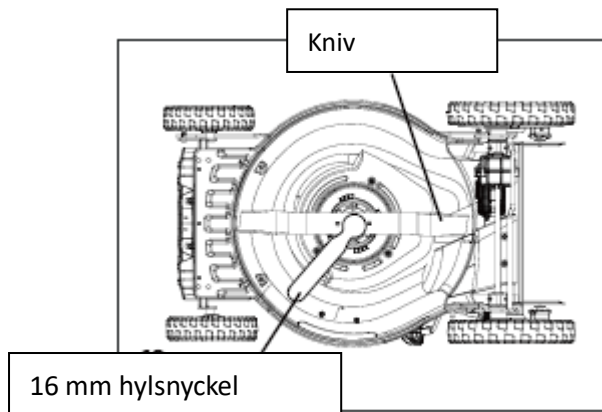

Abb. 14
- Ta sedan försiktigt bort kniven (se fig. 14 och 15).